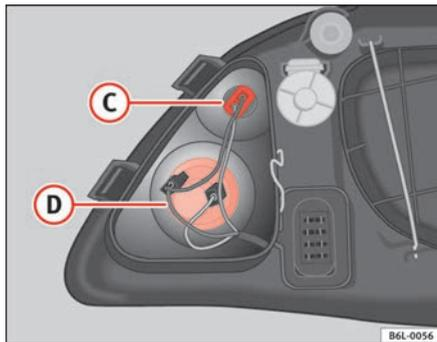

Fig. 155 Feux de position
- Tirez des câbles pour libérer le porte-lampes de son logement ③ ⇒ fig. 155.